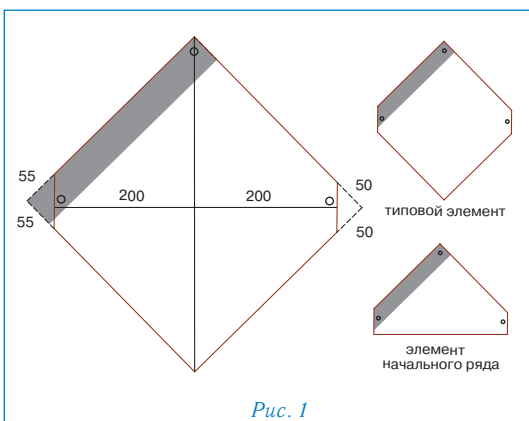
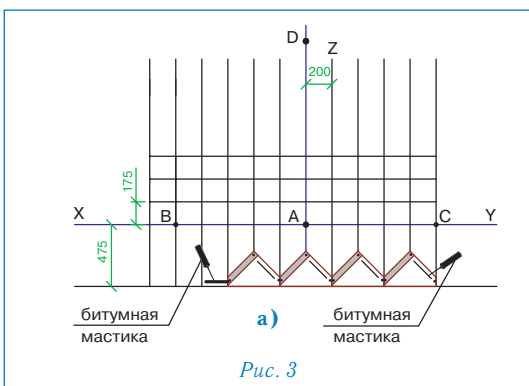

Рис. 1
Рис. 3
Укладка материала (рис. 3)
- Типовые элементы ПРЕСТИЖ ВЕРСАЛЬ выкраиваются из листов ПРЕСТИЖ КОМПАКТ (рис. 1);
- Элементы начального ряда формируются из типовых элементов ПРЕСТИЖ ВЕРСАЛЬ (рис. 1), укладываются по линии карниза в обе стороны от линии AD и фиксируются по нижнему краю битумной мастикой и тремя гвоздями (рис. 3а).
- Укладка типовых элементов первого ряда начинается от линии AD, при этом элементы укладываются встык и их верхний угол выравнивается по линии XY (рис. 3б). Каждый элемент фиксируется тремя гвоздями — по центру вертикальных срезов и в верхнем углу на расстоянии 2 см от края.
Для крепления гибкой черепицы ПРЕСТИЖ ВЕРСАЛЬ используются гвозди из нержавеющей стали улучшенного прилегания (ершенье) с гладкими широкими шляпками. Каждый типовой элемент ПРЕСТИЖ ВЕРСАЛЬ крепится тремя гвоздями, в соответствии с рекомендациями, приведенными выше (рис. 3б).